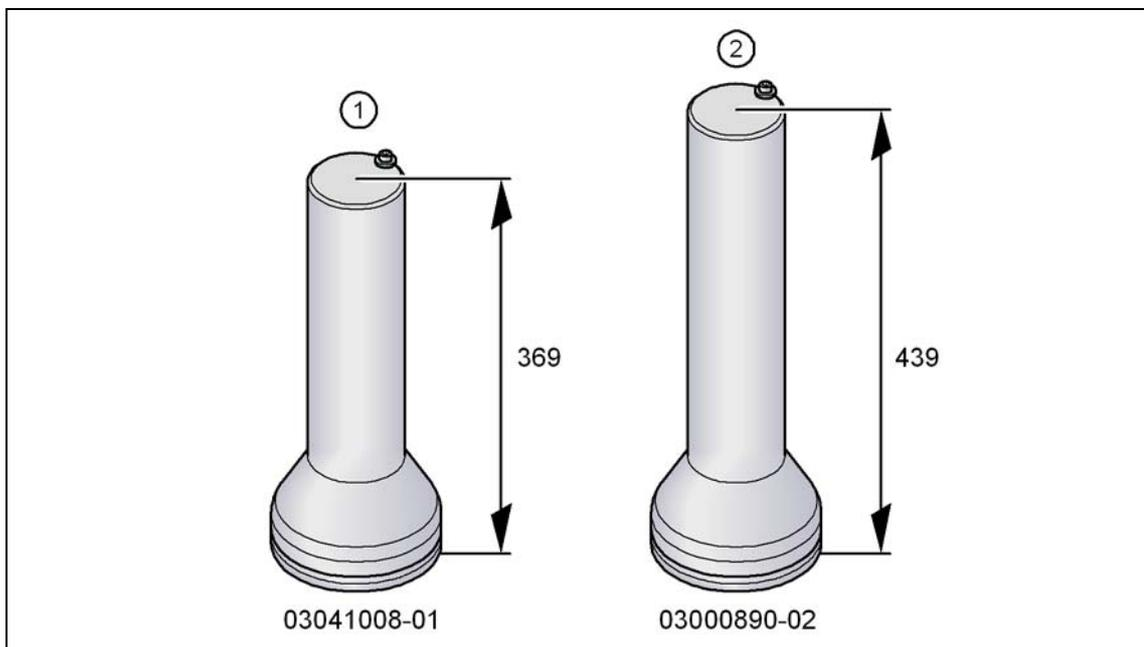

图 4.3 - 3 贴片机外部支脚 - 两种类型（尺寸以毫米为单位）
- 4 个贴片机外部支脚（图 4.3 - 4 中的 1，第 209 页）
部件号 03041008-01（图 4.3 - 3 中的 1）
部件号 03000890-02（图 4.3 - 3 中的 2）。
- 2 个中部贴片机支脚（图 4.3 - 4 中的 2，第 209 页），有两个垫块（图 4.3 - 4 中的 3，第 209 页），必要时可进行高度调节。